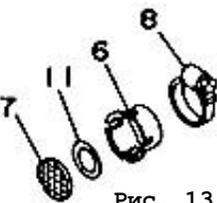

Рис. 13.
9.3.8. Демонтировать сетку искрогасителя поз. 7 (рис. 13) выпускного отверстия поз. 8 (рис. 1), ослабив хомут крепления поз. 8 (рис. 13). Удалить загрязнения механическим способом. Установить сетку на штатное место, затянуть хомут. При обнаружении повреждений сетку заменить оригинальной EG-N188-L07.